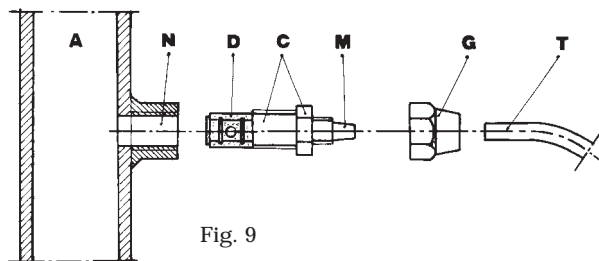

Fig. 9
g. - Applicare sulla condotta dell'impianto da trattare, nel punto più idoneo per effettuare l'iniezione del prodotto da dosare, un raccordo da 3/8" gas femmina. Tale raccordo è escluso dalla fornitura. Avvitare la valvola di iniezione nel raccordo utilizzando come guarnizione del Teflon Fig. 9. Connettere il tubetto all'attacco conico della valvola d'iniezione e bloccarlo con l'apposita ghiera G. La valvola di iniezione svolge anche la funzione di valvola di non ritorno.
3.1 - SCHEMA DI MONTAGGIO VALVOLA DI INIEZIONE Fig. 9